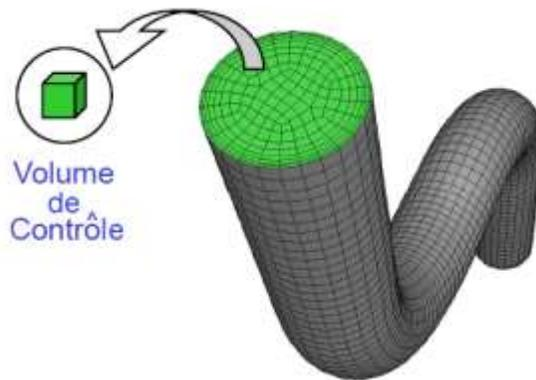

Fig. 1-4 Discrétisation du domaine fluide en un ensemble fini de volumes de contrôle
- Le domaine est discrétisé en un ensemble fini de volumes de contrôle (Fig. 1-4)